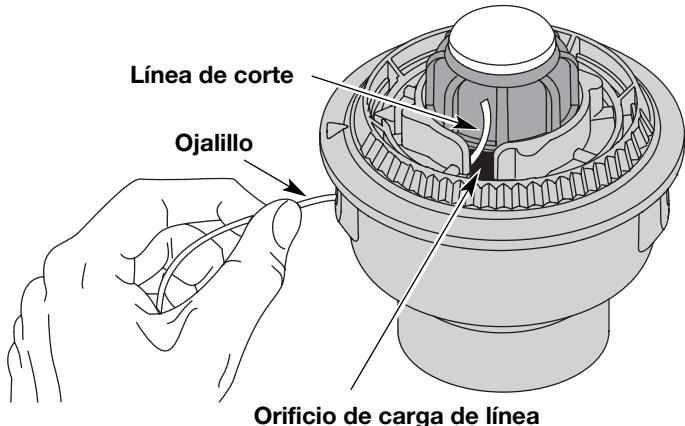

Fig. 13
- Saque la línea vieja por los orificios de carga y de cierre de línea (Fig. 13 y 14).
- Inserte una pieza de línea de corte dentro de uno de los ojalillos de la bobina exterior. Páselo hacia arriba a través del orificio de carga del carrete interior (Fig. 13). No doble la línea al insertarla en el ojalillo.